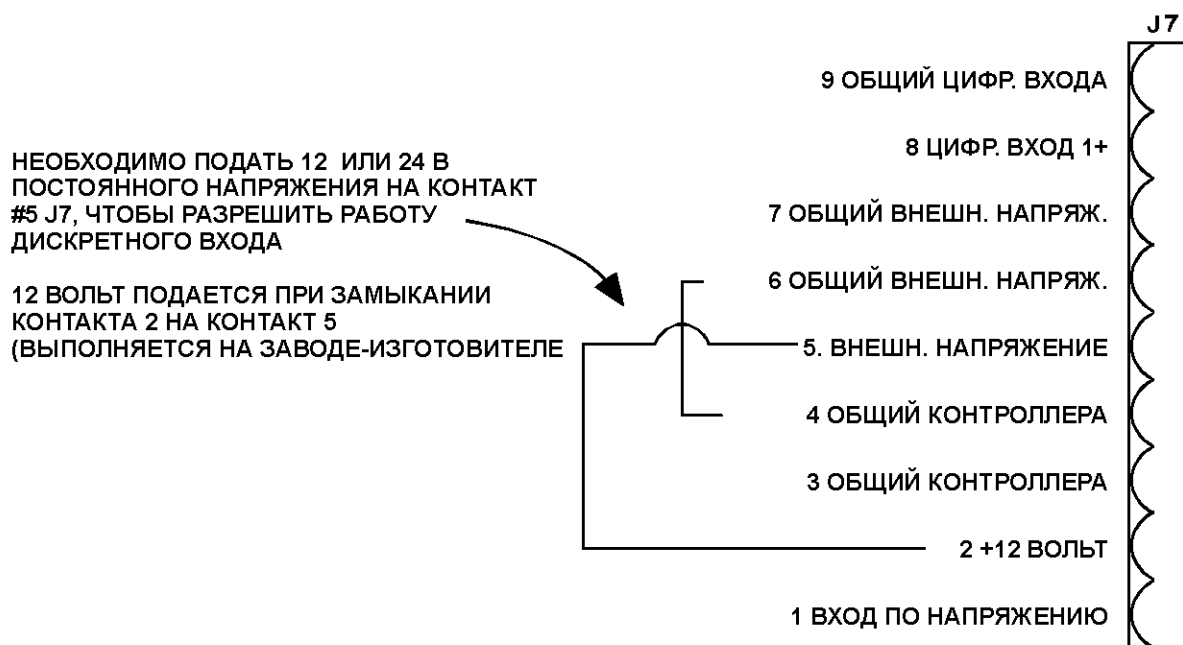

Рисунок 3-12. Чтобы разрешить работу цифрового входа, выполните указанные соединения с помощью перемычек.
- (4) Для входных цифровых сигналов также выполните соединения с помощью перемычек (смотри рисунок 3-12):
- 12 В можно взять от источника питания контроллера – замкните клемму #2 на клемму #5 (смотри ПРИМЕЧАНИЕ ниже и рисунок 3-12)